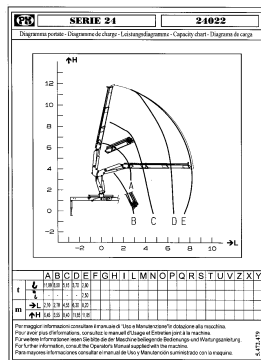

fig. 7.3.1
La targhetta riportata in fig. 7.3.1 è applicata in prossimità della consolle dei comandi ed è riepilogativa di tutti gli allestimenti previsti per questa macchina. Occorrerà individuare e rispettare i valori relativi al reale allestimento presente. Sui diagrammi, in orizzontale (L) e in verticale (H) vengono individuate in metri le distanze che un certo carico può raggiungere. Il carico viene individuato dalle lettere "A, B, C" ecc. Nella tabella, per ogni lettera viene individuata in tonnellate (t) la portata massima sia al gancio (🔗) che con il verricello (🌀) e le distanze L e H raggiunte dal carico. Per ulteriori chiarimenti consultare il diagramma relativo allo specifico allestimento riportato di seguito.
The plate shown in fig. 7.3.1 is attached near the control console to illustrate all the possible set-ups of the machine.